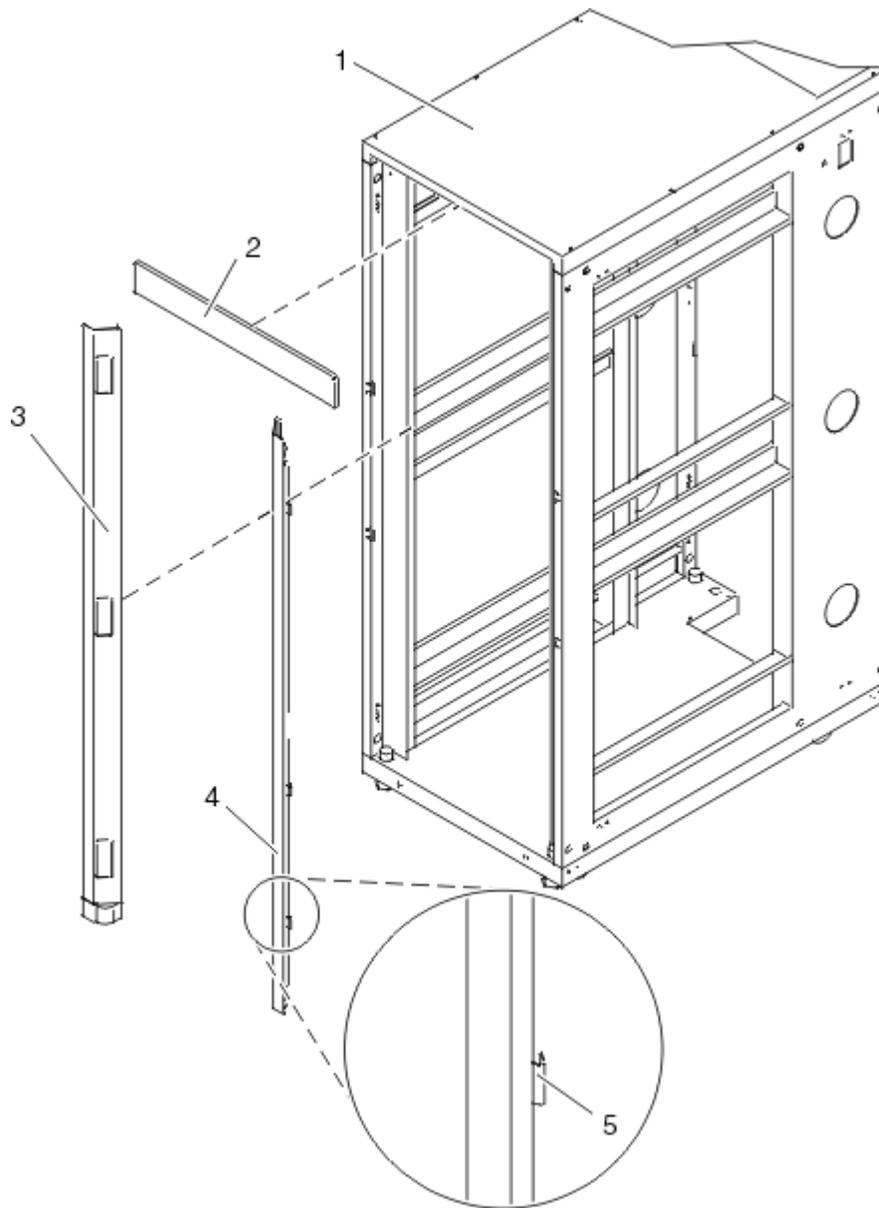

Figura 11. Quitar los paneles de acabado
2. Quite los paneles de acabado superior, izquierdo y derecho. Los paneles de acabado se sujetan con clips de muelle, tal como se muestra en la Figura 11 en la página 16.